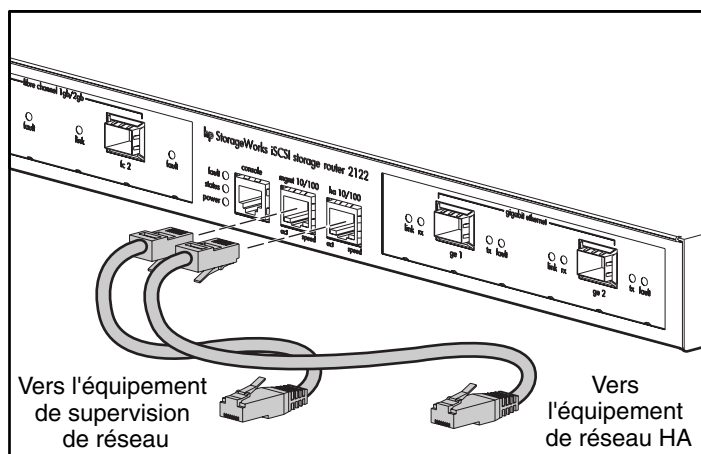

Figure 25 : Connexion aux ports 10/100 de supervision Ethernet et HA
2. Connectez les câbles modulaires appropriés aux ports de supervision et HA 10/100 (reportez-vous à la Figure 25).